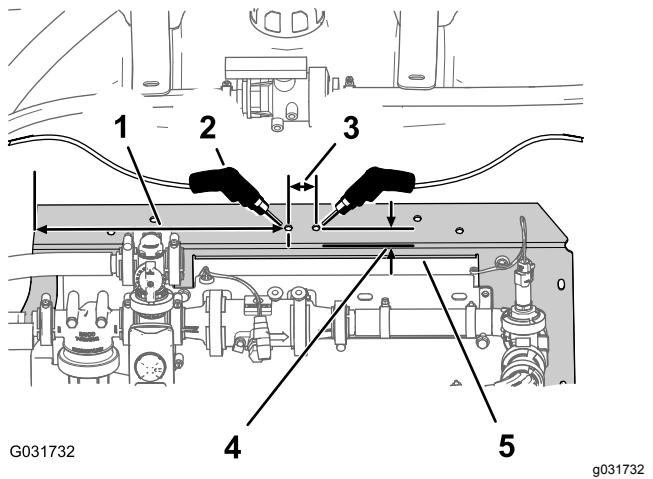

Bild 228
2. Messen Sie an der hinteren Kante der Verteilerbefestigung 19 mm nach vorne und markieren Sie die Verteilerbefestigung mit einem Bleistift (**Bild 228**).
4. Messen Sie an der Stanzstelle 32 mm nach rechts und markieren Sie die Verteilerbefestigung mit einem Bleistift (**Bild 228**).
5. Messen Sie an der hinteren Kante der Verteilerbefestigung 19 mm nach vorne und markieren Sie die Verteilerbefestigung mit einem Bleistift (**Bild 228**).
7. Bohren Sie an jeder Stanzstelle mit einem 8-mm-Bohrer ein Loch in die Verteilerbefestigung (**Bild 228**).
1. Messen Sie an der oberen linken Kante der Verteilerbefestigung 381 mm nach rechts und markieren Sie die Verteilerbefestigung mit einem Bleistift (**Bild 228**).